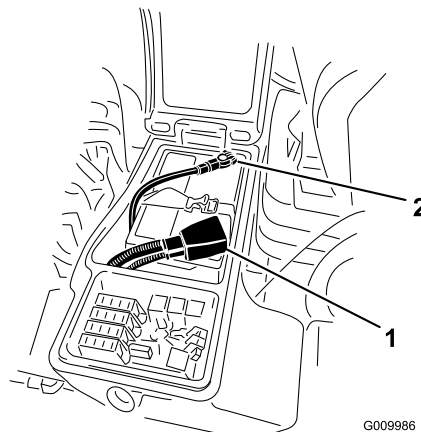

Figure 37
4. Raccordez le câble positif (rouge) de la batterie à la borne positive (+) et le câble négatif (noir) à la borne négative (-) (Figure 37). Fixez les câbles aux bornes avec les vis et les écrous. Assurez-vous que le collier du câble positif (+) est bien engagé sur la borne de la batterie et que le câble est placé tout près de la batterie. Le câble ne doit pas toucher le couvercle de la batterie. Placez le capuchon protecteur sur la borne positive pour éviter les courts-circuits.